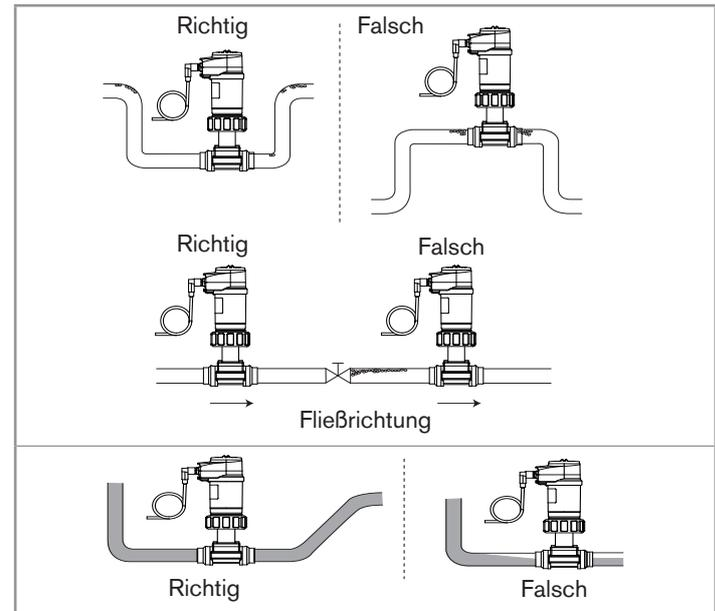

Bild 3: Luftblasen in der Rohrleitung / Füllung der Rohrleitung
- Bildung von Luftblasen in der Rohrleitung am Sensor vermeiden (Bild 3).
- Rohrleitung am Sensor muss immer gefüllt sein (Bild 3).
- Bildung von Luftblasen in der Rohrleitung am Sensor vermeiden (Bild 3, Kap. 7.2.1).
- Rohrleitung am Sensor muss immer gefüllt sein (Bild 3, Kap. 7.2.1).